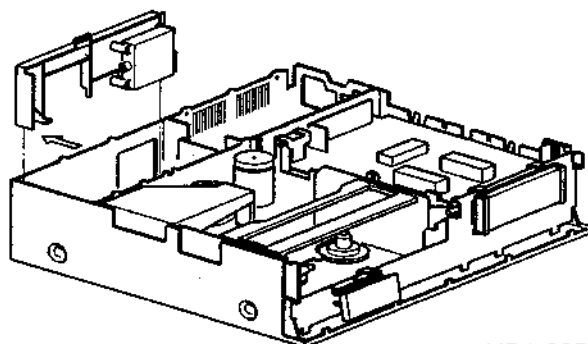

FIG. 2-11
- Combi-unit 1010 met houder pos. is nu geheel te verwijderen door de achterzijde van de onderkast iets naar buiten te drukken en de houder naar boven weg te nemen (zie fig. 2-11).